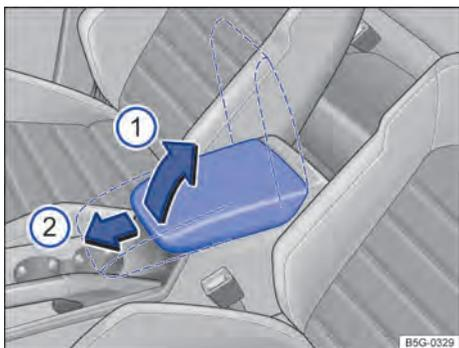

Fig. 52 Descansa-braço central dianteiro.
Para *levantar*, pressionar o botão de destravamento e puxar o descanso-braço central gradativamente para cima no sentido da seta ⇒ Fig. 52 ①.